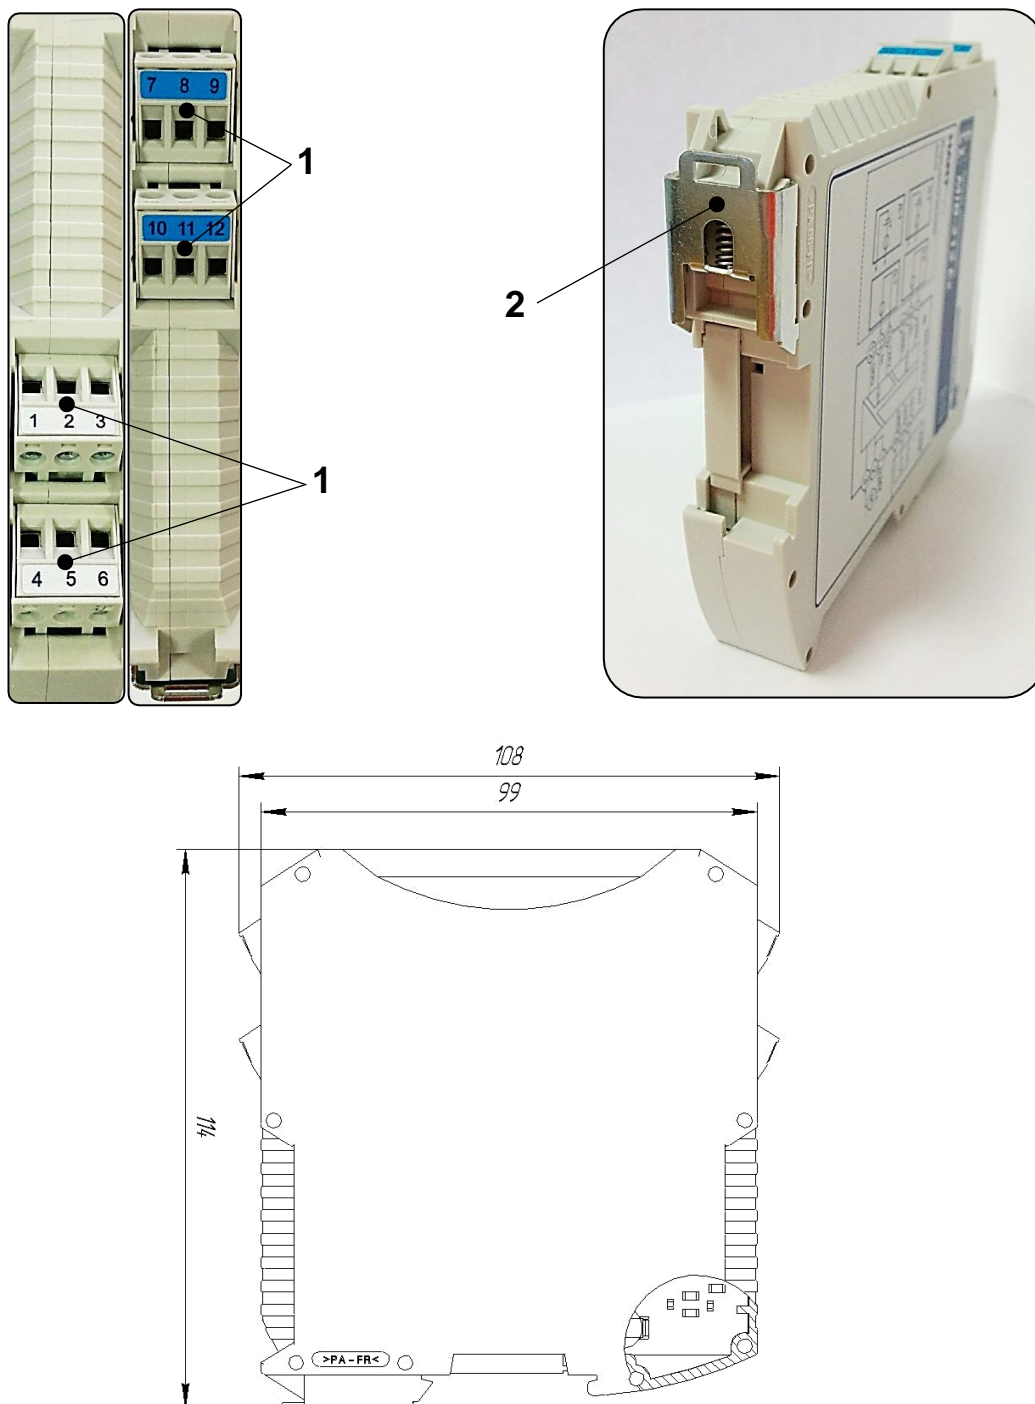

Рис. 1 – Внешний вид и габаритные размеры изделий
Внешний вид и габаритные размеры изделия приведены на Рис. 1. Изделие представляют собой плату, помещённую в пластиковый корпус, состоящий из двух частей. На переднюю панель изделия, боковые поверхности корпуса и клеммные колодки (2) нанесена маркировочная информация в соответствии с п. 1.7 настоящего РЭ.
После установки на изделия клеммных колодок (1) (Рис. 1) со всеми необходимыми кабельными соединениями, подаётся напряжение питания постоянного тока 24 В от внешнего источника питания к клеммам 1, 2, 3 изделий.